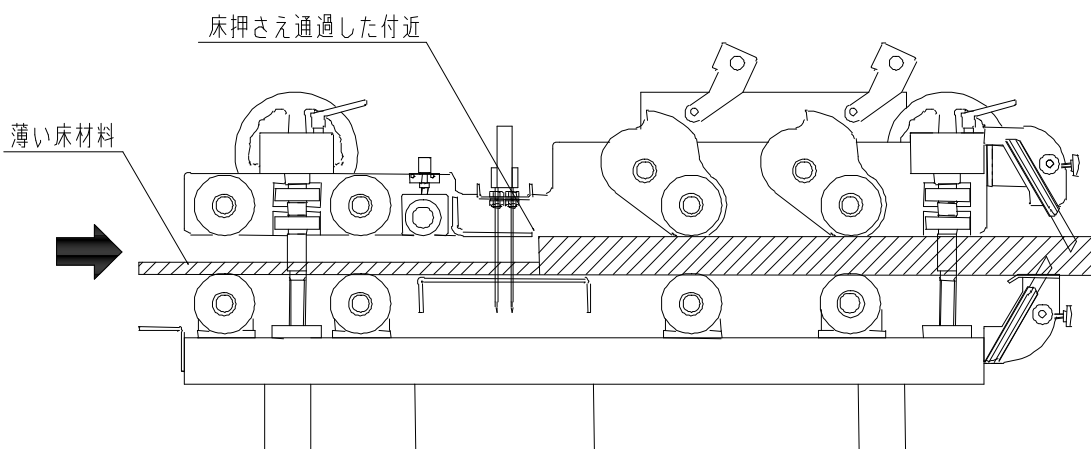

図 2
- ⑤ 運転スイッチを押して、厚い床材料が床押さえを通過した付近で運転スイッチを放して停止させてください。（図2）